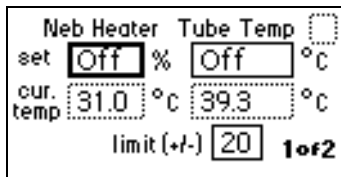

图 3-6 喷雾器和漂移管温度控制 Home 屏幕
1. 按 Temp °C 键，会显示“喷雾器和漂移管加热器温度控制” Home 屏幕（图 3-6）。